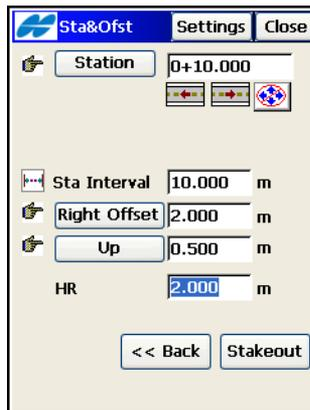

Abbildung 9-36. Station und Offset
3. Wählen Sie im Absteckfenster *Sta&Ofst* (Abbildung 9-36) die Stationierung entlang der abzusteckenden Klothoide, das Stationierungsintervall, den Offset rechts oder links der Klothoide, den Höhenunterschied und die Höhe und Messmethode der Antenne (GPS-Modus) bzw. die Zielhöhe (TS-Modus).